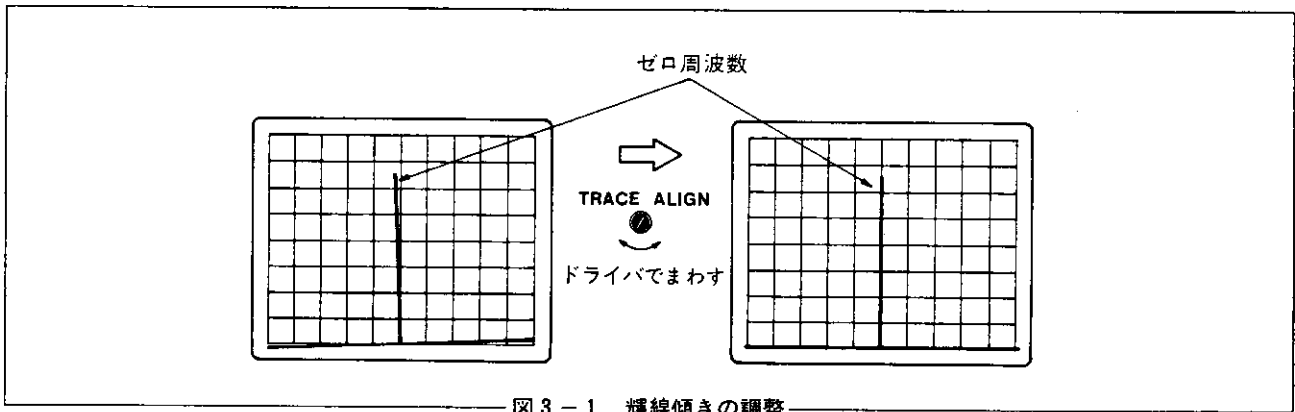

図3-1 輝線傾きの調整
7. CRTディスプレイの横軸目盛に対して、輝線が傾いている場合は、**TRACE ALIGN** のボリュームをドライバで回して調整します。〔図3-1〕